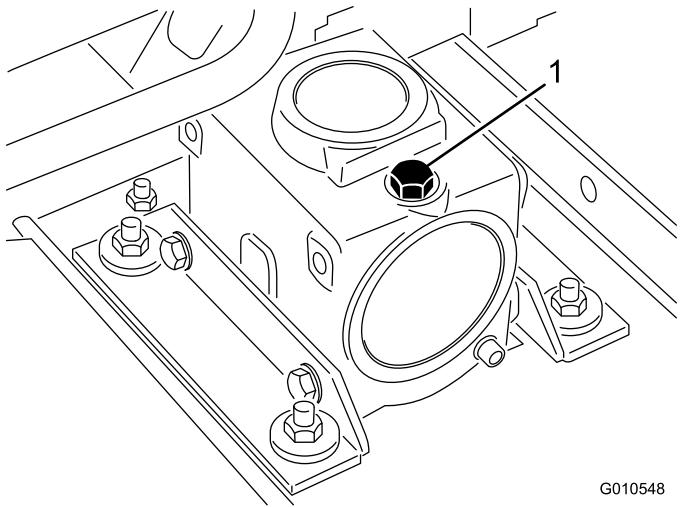

图 23
2. 请从齿轮箱顶部拆下量油尺/加油塞 图23 确保润滑油介于量油尺上的标记之间。如果润滑油油位较低请添加足够的润滑油直至油位介于标记之间。